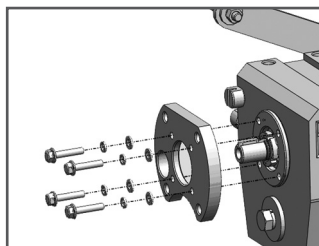

Рис. 4 Установка соединительного фланца
3. Установить соединительный фланец (Рис.4).